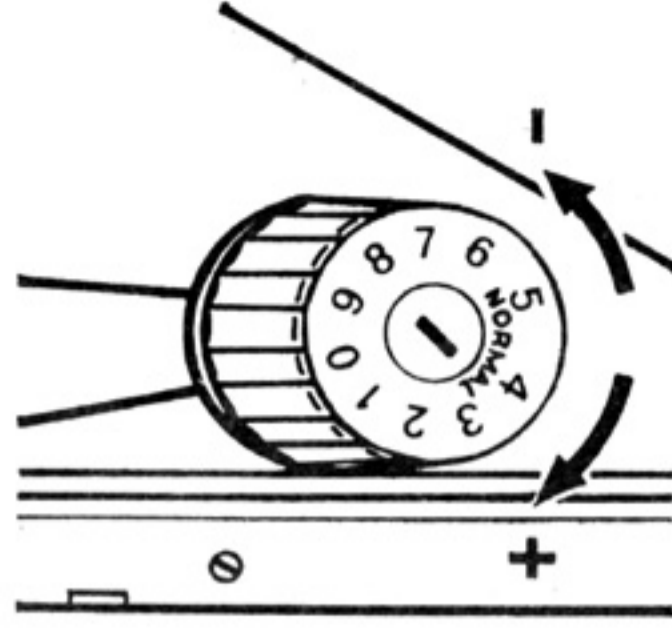

Рис. 32
A) Натяжение верхней нити (рис. 32)